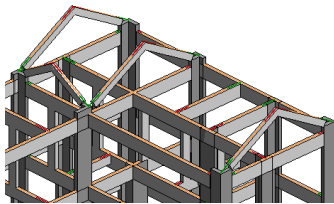

图 6-67 绘制斜梁
(10) 重复步骤 (2) ~ 步骤 (5)，在轴线 2、1 截面上绘制斜梁，如图 6-67 所示。